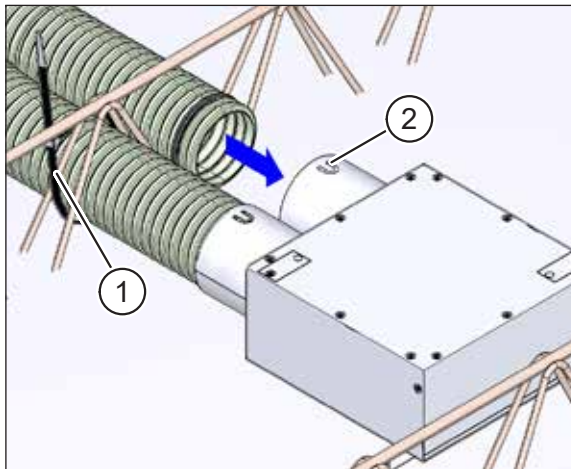
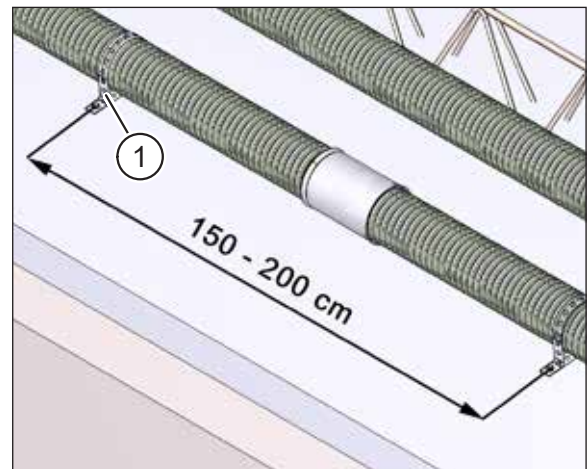

Abb. 10: Flexrohre mit Kabelbinder fixieren
Abb. 11: Empfohlener Abstand zwischen Befestigungspunkten
- ▶ Fixieren Sie die Flexrohre vor dem Gießen des Betons mit geeigneten Befestigungsmitteln, z. B. mit Kabelbindern (Pos. 1 in Abb. 10) oder Lochbändern (Pos. 1 in Abb. 11), um ein Aufschwimmen der Flexrohre zu verhindern. Der Abstand zweier Befestigungspunkte sollte zwischen 150 und 200 cm betragen.
- ▶ Drücken Sie die Haltetaschen (Pos. 2 in Abb. 10) an Komponenten wie Deckenkästen, Kreuzungsstücken oder Flexrohrbögen 90° in die Vertiefungen der Flexrohre, um diese sicher zu fixieren.